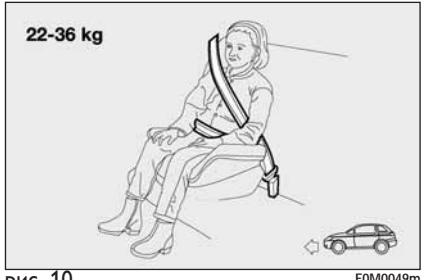

рис. 10
**Рис. 10** показывает правильное положение детского кресла на заднем сидении автомобиля.